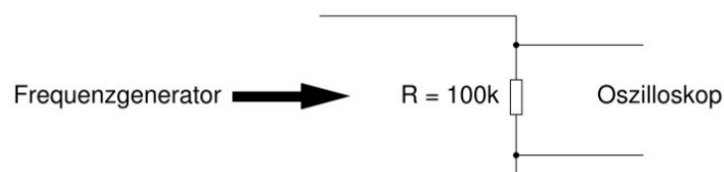

Figure 11: Verbindung von Oszilloskop und Funktionsgenerator
9. Die Messwerte sind in Abbildung 11 zu finden.